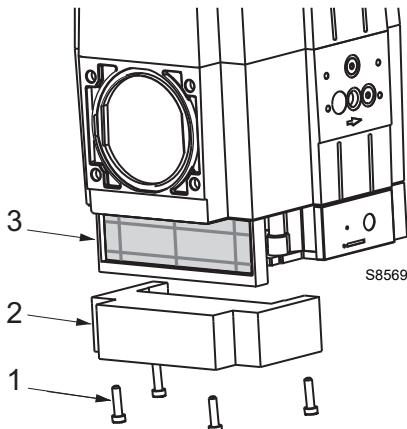

Fig. 12
- draai de schroeven 1)(Fig. 12) van de afdekplaat 2) los die zich onderaan het ventiel bevindt;